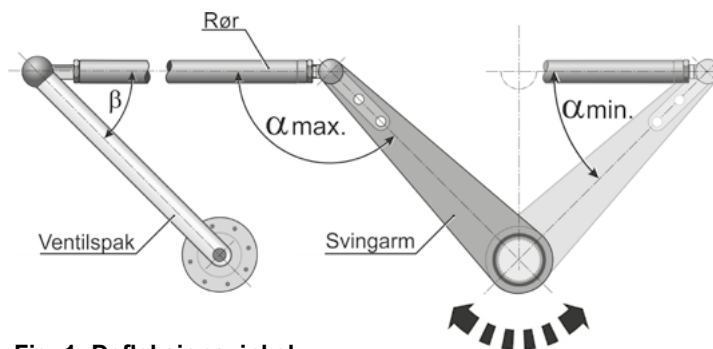

Fig. 1: Defleksjonsvinkel
- Vinkel β (se fig. 1) må ventilprodusenten angi.